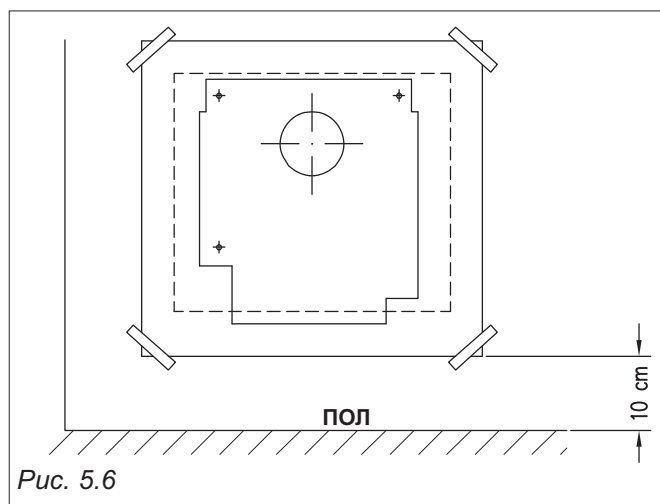

Рис. 5.6
- 1) Закрепить шаблон, предварительно отцентрировав, на стене с помощью клейкой ленты на высоте не менее 10 см от пола (см. рис. 5.6).
- 2) Вернуть на место шаблон, заново отцентрировав его таким образом, чтобы отверстие под дымоход совпало с отмеченным на шаблоне, и проделать 4 отверстия диаметром 8 мм и вставить прилагаемые дюбели (см. рис. 5.6).